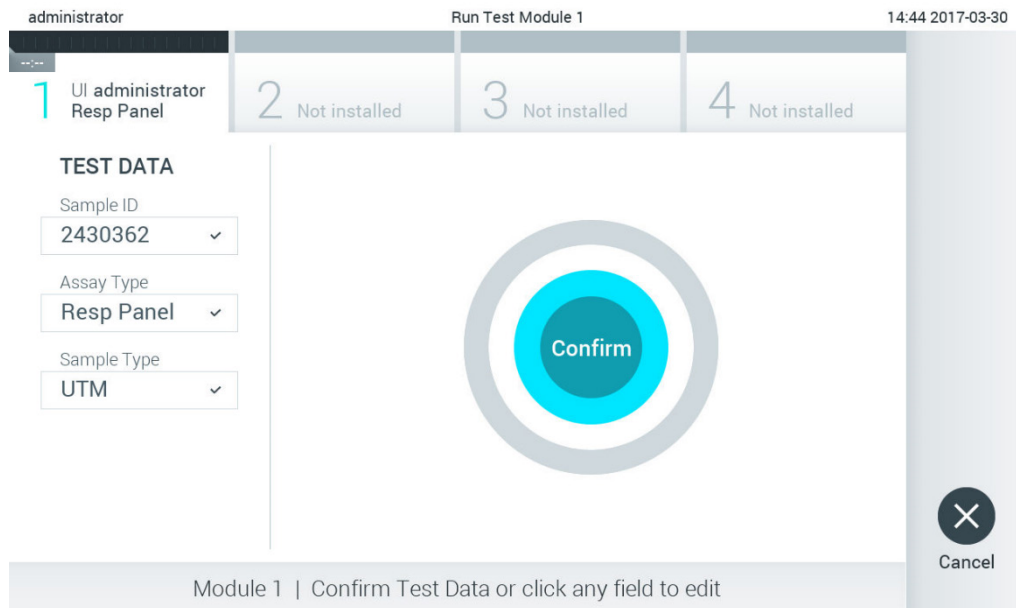

図 26. 確認画面。
5. 確認画面が表示されます。入力したデータを見直します。そして、タッチスクリーンの該当するフィールドを押し、当該情報を編集して、必要な変更を行います (図 26)。